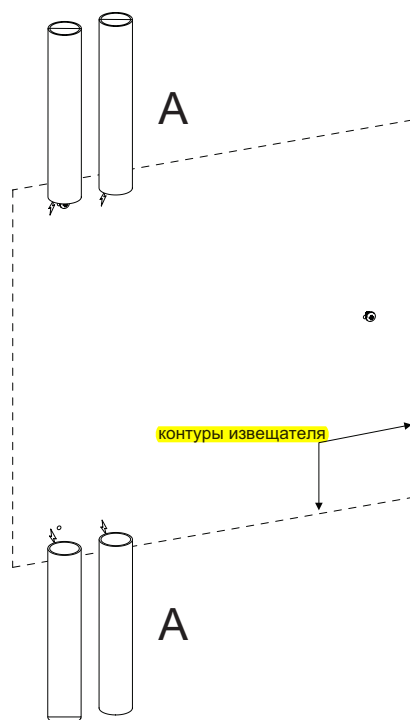

Рис. 4-12: Обрезка кабелепровода
4. Расположите кабелепроводы (А) на отмеченных центральных линиях (Рис. 4-12).